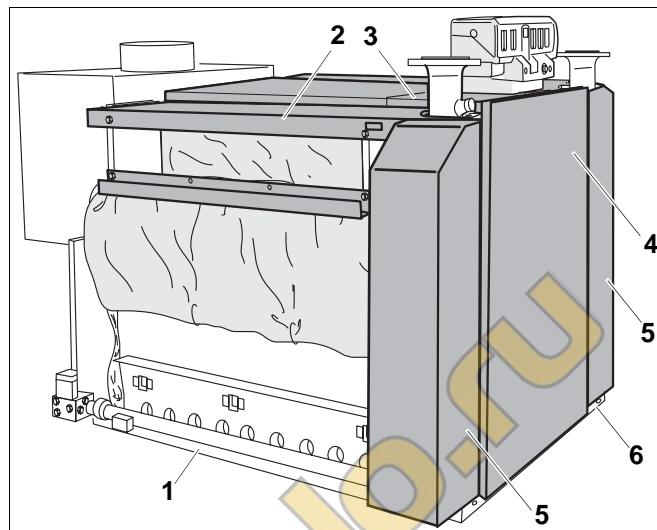

Рис. 71 Установка деталей обшивки
- Обе узких боковых передних стенки (рис. 71, поз. 5) вставляются внизу между продольной (рис. 71, поз. 1) и поперечной планками (рис. 71, поз. 6) и подвешиваются сверху на боковую крышку котла (рис. 71, поз. 2).
- Передняя стенка (рис. 71, поз. 4) вставляется внизу между узкими боковыми передними стенками (рис. 71, поз. 5) и поперечной планкой (рис. 71, поз. 6), а также сверху в переднюю крышку котла (рис. 71, поз. 3).
- Прочно закрепить переднюю стенку внизу винтами с плоской головкой 3,9 x 9,5 к поперечной планке (рис. 71, поз. 6).
- Прочно закрепить обе узких боковых передних стенки (рис. 71, поз. 5) к продольным планкам (рис. 71, поз. 1) винтами с плоскими головками 3,9 x 9,5.